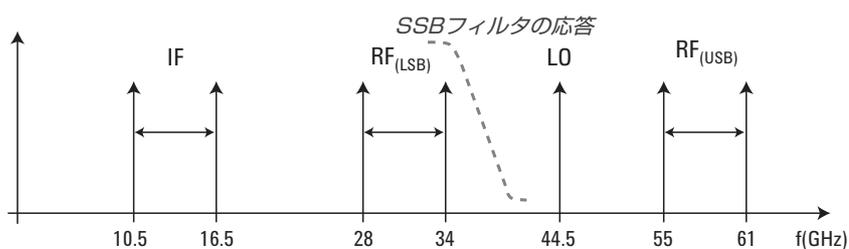

図11. 周波数マップ
12. この測定の支配方程式は、 $IF=LO-RF$ です。図11に周波数マップを示します。